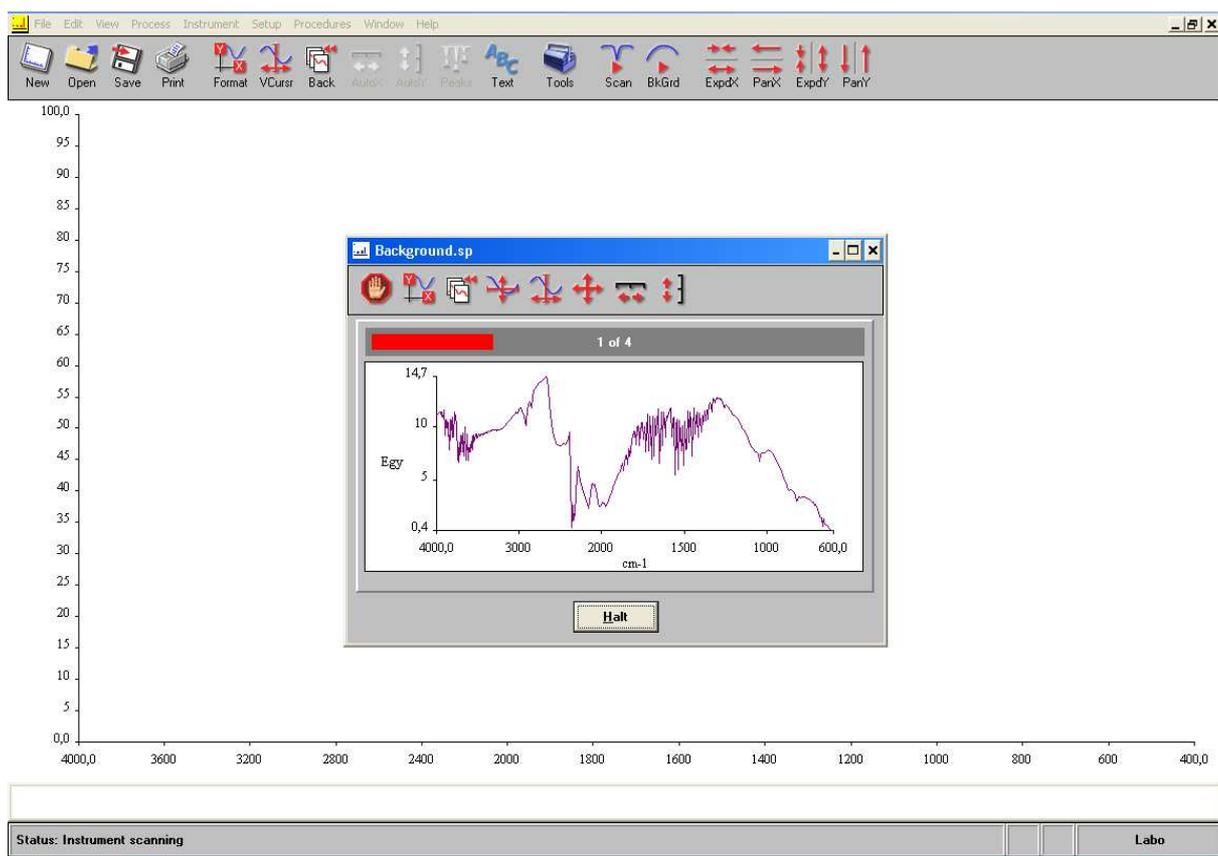

Figure 10
- Rentrer le nom de votre choix comprenant « Blanc ou Background », sélectionner la gamme dans « Range », le nombre de scans. On évitera de toucher aux autres paramètres (sauf si besoin demander au personnel référent). Appuyer sur « Ok ». L'écran d'analyse s'affichera (figure 10).